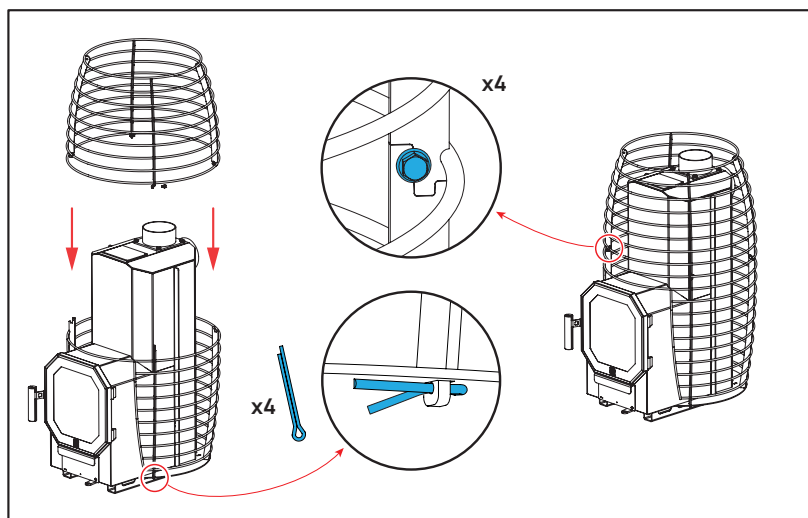

Figura 13. Divisione della griglia in pietra del flusso HIVE.
- La griglia in pietra HIVE Flow può essere divisa. Per inserire e rimuovere le pietre inferiori, la parte superiore della griglia deve essere rimossa e sollevata fino a dove lo consente il collegamento al camino (**Figura 13**).